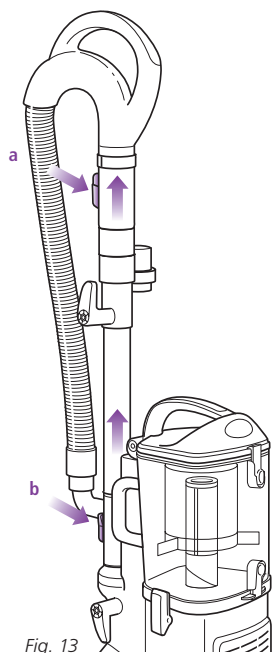

Fig. 13
- 2 Appuyez sur le bouton de dégagement de la poignée (a) et tirez la poignée vers le haut ou appuyez sur le bouton de dégagement du tube de rallonge (b) et tirez le tube de rallonge vers le haut. (Fig. 13)